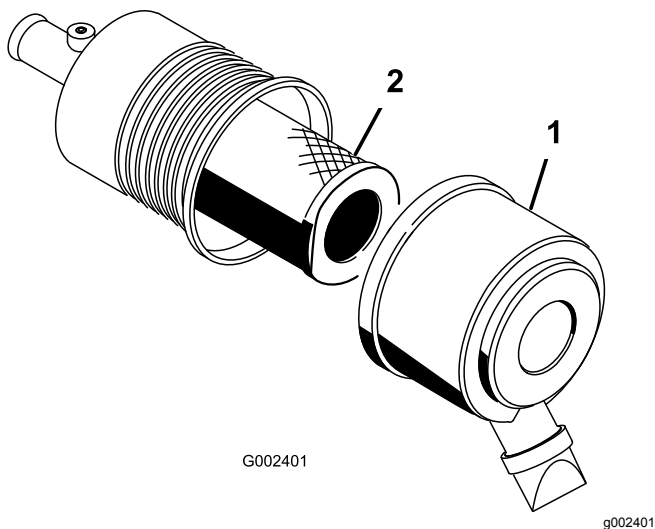

Figura 44
1. Rilasciate i dispositivi di fermo del filtro dell'aria e togliete il coperchio dal corpo del filtro (Figura 44).
3. Estraiete con cautela il filtro dal corpo del filtro dell'aria (Figura 44).
5. Montate con cautela il filtro sul tubo del corpo (Figura 44).
6. Montate il coperchio del filtro dell'aria con il lato rivolto in alto, quindi fissate i dispositivi di fermo (Figura 44).